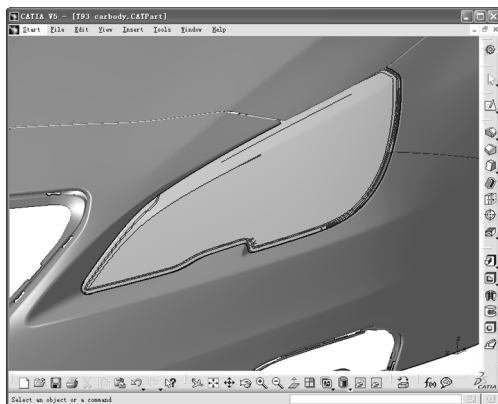

图 1-61
- : 带边着色但不显示光顺边线 (Shading with Edges without Smooth Edges)。它的作用是只在不切矢连续之处勾勒轮廓, 而切矢连续之处则不显示轮廓。用这种显示模式可以清晰地查看模型的外观上有哪些地方没有达到切矢连续, 如图 1-61 所示。